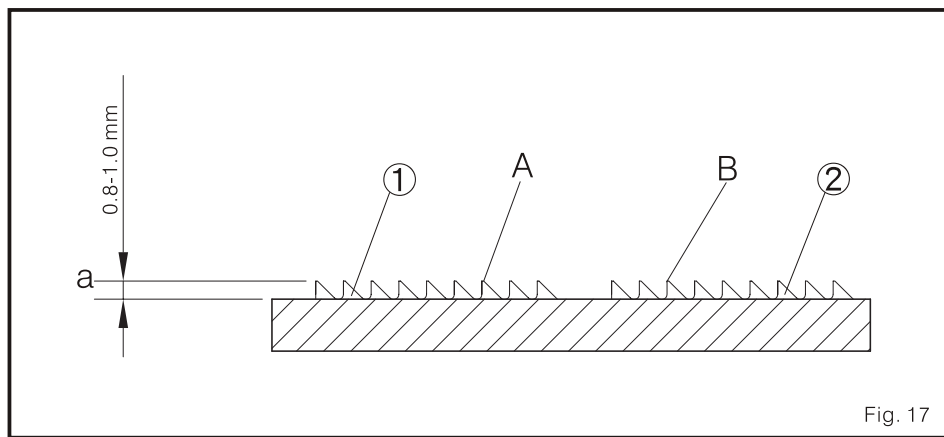

Fig. 17
- quando o transportador denteado está na posição mais alto. A superfície dos dentes do transportador denteado deveria ser paralela à superfície da lâmina agulha. Neste momento, a altura do transportador 1 denteado principal é semelhante à altura do diferencial denteado transportador 2. como também a superfície da agulha de palca deveria ser de 0.8-1.0 mm sobre a superfície da lâmina agulha. (Fig. 17)
- Quando as elevações de transportador denteadas para o ponto mais alto, a superfície do plano horizontal para, deve ser alinhado com a superfície da lâmina agulha. (Fig. 17)